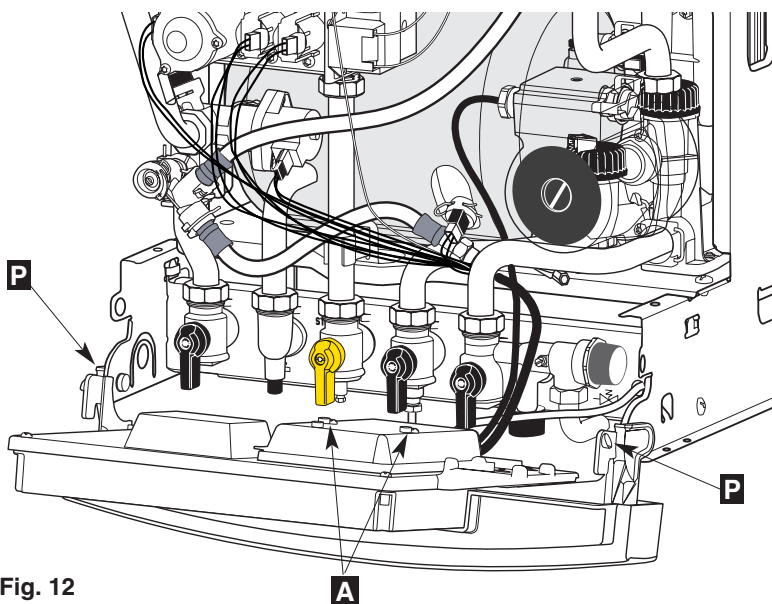

Fig. 12
- los de 2 vijzen **A** (fig.12) van de beschermkap, verwijder de kap.